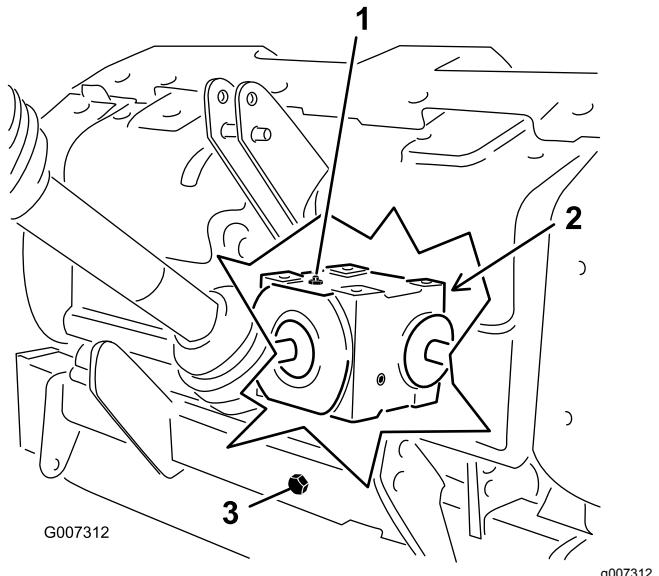

Figura 31
2. Remova o tampão de verificação da caixa de velocidades (Figura 31).
- Certifique-se de que o nível do óleo se situa pela base do orifício do tampão de verificação na caixa de velocidades (Figura 31).
- Elimine os detritos do tampão de enchimento e do tampão de escoamento para evitar contaminação (Figura 31).